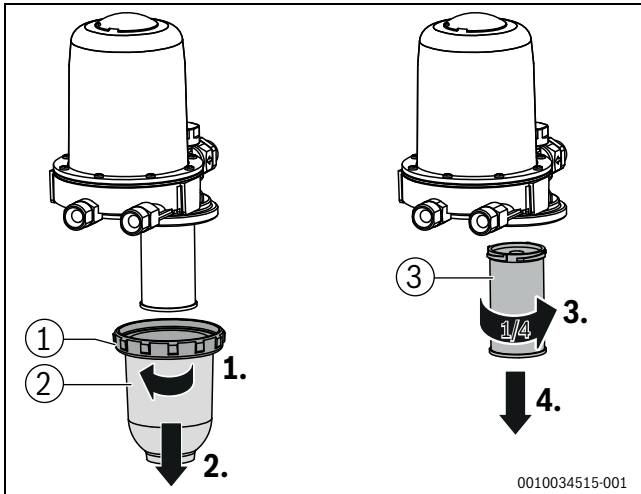

Bild 80 Filtertasche entfernen
- ▶ Überwurfmutter (→ Bild 80[1]) entfernen.
- ▶ Filtertasse (→ Bild 80, [2]) abnehmen.
- ▶ Ölfiltereinsatz (→ Bild 80, [3]) mit einer Viertel-Umdrehung gegen den Uhrzeigersinn lösen.
- Ölfiltereinsatz (→ Bild 80, [3]) ansetzen und mit einer Viertel-Umdrehung im Uhrzeigersinn befestigen.
- Filtertasche mit Überwurfmutter (→ Bild 80, [1] und [2]) montieren.